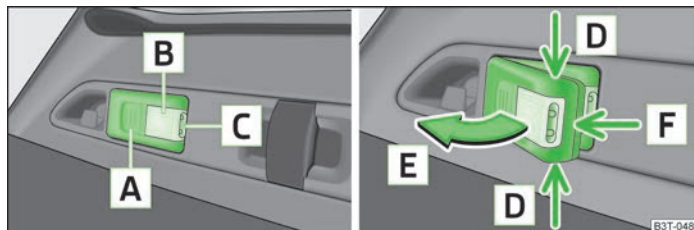

Fig. 42 Luz desmontable
- Iluminación del maletero - ilumina la parte [B] » fig. 42 (la luz está en el soporte);
- Coger la luz en la zona de la flecha [D] » fig. 42 de la página 58 y ladearla en el sentido de la flecha [E].
- Si no se apaga la luz y se coloca correctamente en el soporte, las lámparas en la parte delantera **C** » fig. 42 de la página 58 de la luz se apagan automáticamente.
- Retirar la tapa del acumulador con un objeto estrecho, puntiagudo a partir de la posición del clip inmovilizador **F** » fig. 42 de la página 38.